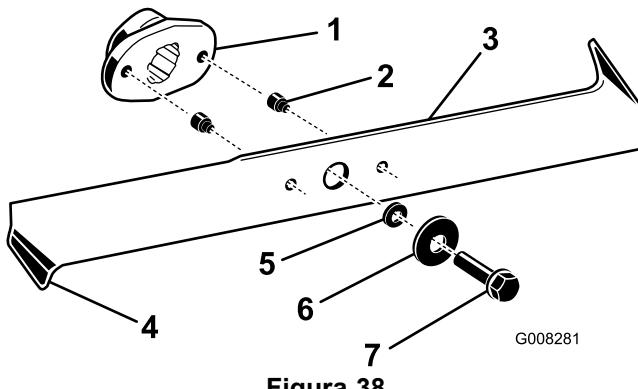

Figura 38
2. Controllate i taglienti (Figura 38). Se i taglienti non sono affilati o presentano intaccature, togliete le lame ed affilatele; vedere Afilatura delle lame.
3. Controllate le lame, in particolare i bordi curvi (Figura 38). In caso di usura o scanalature in questa
4. Sostituite immediatamente i perni di sicurezza se sono spezzati (Figura 38).
3. Togliete i bulloni, le rondelle e le lame (Figura 38). In sede di rimozione dei bulloni, per bloccare le lame inserite un blocco di legno tra ogni lama e il tosaerba.
1. Montate le lame, le rondelle e i bulloni delle lame (Figura 38).